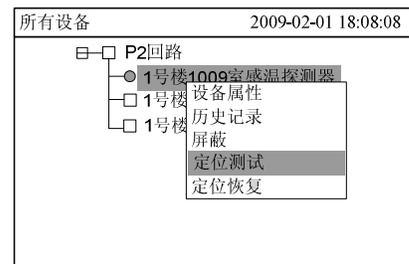

图 15-4
3. 按“→”键弹出快捷菜单（图 15-4），然后按“↓”键选择“定位测试”，再按“OK”键，被选择的设备即处于定位模式，设备上的 LED 指示灯闪。